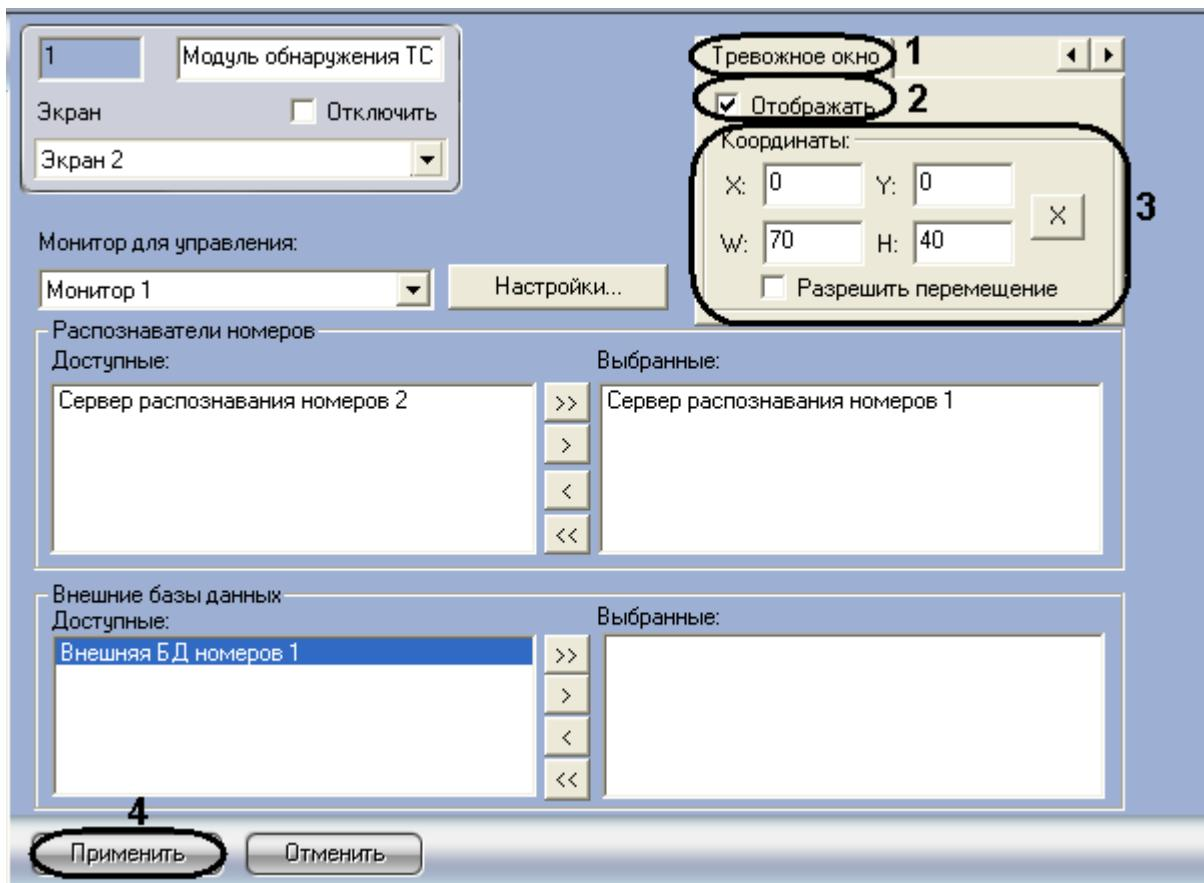

Рис. 7.9—5 Настройка отображения компонента «Тревожное окно»
1. Перейти на панель настроек объекта «Модуль обнаружения ТС» (Рис. 7.9—5).
2. Перейти на вкладку «Тревожное окно» (см. Рис. 7.9—5, 1).
3. Для отображения компонента «Тревожное окно» установить флагок «Отображать» (см. Рис. 7.9—5, 2).